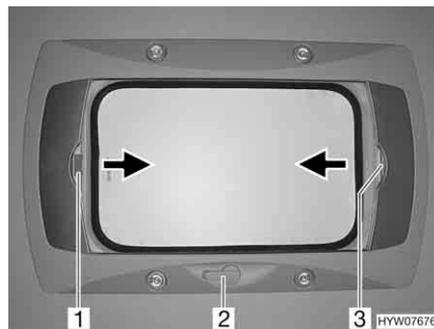

Fig. 68 Oblò a manovella
- Ruotare la manovella (Fig. 68,2) fino a quando non si incontra resistenza (angolo di apertura max. 70°).
- Tirare la tendina oscurante pieghevole per la maniglia (Fig. 68,3) nella direzione della freccia fino alla posizione desiderata e rilasciare. La tendina oscurante pieghevole rimane in questa posizione.
- Tirare la zanzariera a rullo per la maniglia (Fig. 68,1) nella direzione della freccia verso la maniglia contrapposta della tendina oscurante pieghevole (Fig. 68,3) e farla innestare.
- Tirare la maniglia della zanzariera a rullo (Fig. 68,1) dietro, verso l'alto, e sganciare la zanzariera a rullo dalla tendina oscurante pieghevole (Fig. 68,3).